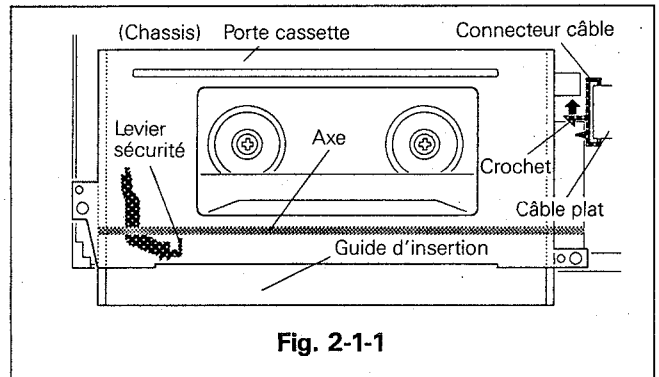

Fig. 2-1-1
2-1-1 DEMONTAGE (Voir Fig. 2-1-1 ~ 2-1-2)
- Défaire le crochet qui maintient le câble puis ôter le câble provenant du porte cassette. (Fig. 2-1-1)
2-1-2 REMONTAGE (Voir Fig. 2-1-1 ~ 2-1-3)